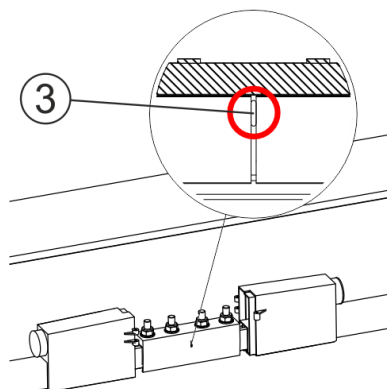
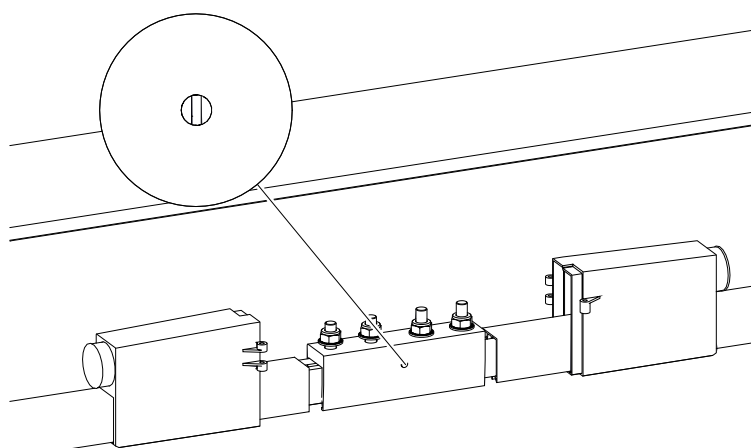
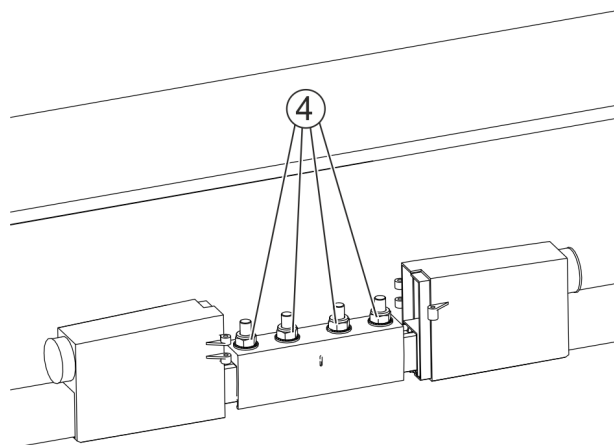

Abb. 72: Verbinder mit Anschlag (Pos. 3) (Aluminium-Edelstahl bzw. CopperECO-Schleifleitung) – in beide Stromschieneenden geschoben
Abb. 73: Verbinder mit Sichtfenster (Kupfer-Schleifleitungen)
Abb. 75: Mutter M10 anziehen
Bei Aluminium-Edelstahl-Schleifleitungen sowie CopperECO gibt es einen Anschlag, der den funktionsbedingt benötigten Spalt von 2 bis max. 3 mm zwischen den Schienenenden sicherstellt. Bei Kupferschleifleitungen gibt es stattdessen ein Sichtfenster (siehe Abb. 73) zur Kontrolle, ob der Spalt eingehalten wird!
- Den Verbinder (Pos. 4) mit Rohrkabelschuh (Pos. 5), wie in Kapitel 6.4.3.3 beschrieben, montieren (siehe Abb. 75). Die Verschraubung mit dem vorgeschriebenen Drehmoment anziehen (SW 17, Drehmomentschlüssel: **31 Nm**). Bei Kupferschienen über das Sichtfenster überprüfen, ob die Enden der Schleifleitungen einen Abstand von 2 bis max. 3 mm haben (siehe Abb. 73). Bei den anderen Stromschienen muss darauf geachtet werden, dass die Enden der Schleifleitung am Anschlag im Verbindblech anliegen (siehe Abb. 72).